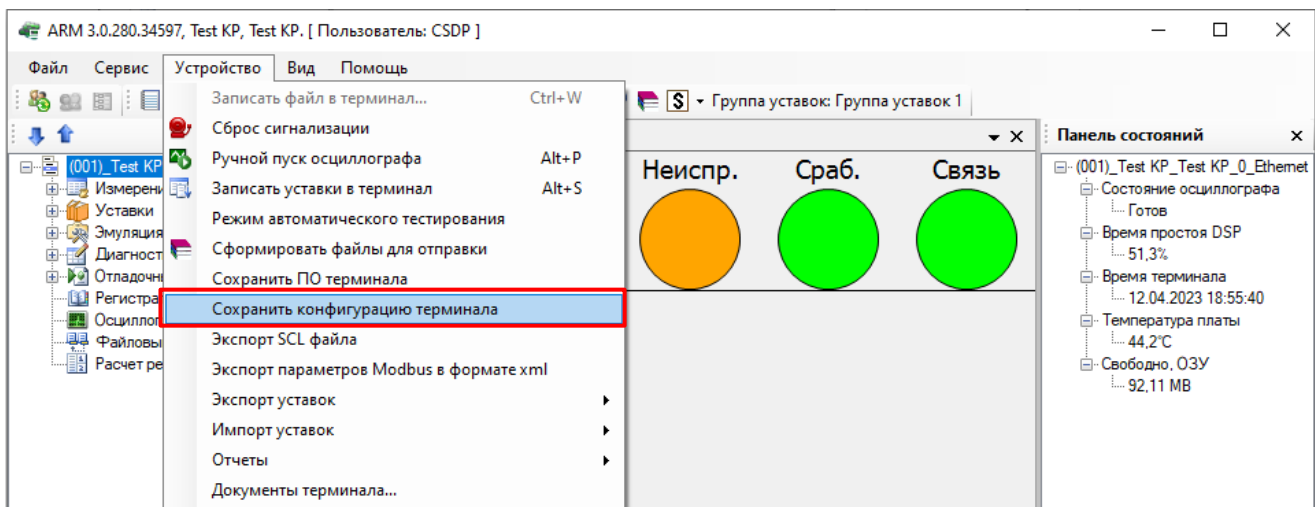

Рисунок 4.3
4.1.3.1 Выбрать пункт главного меню **Устройство** → **Сохранить конфигурацию терминала** (см. рисунок 4.3).